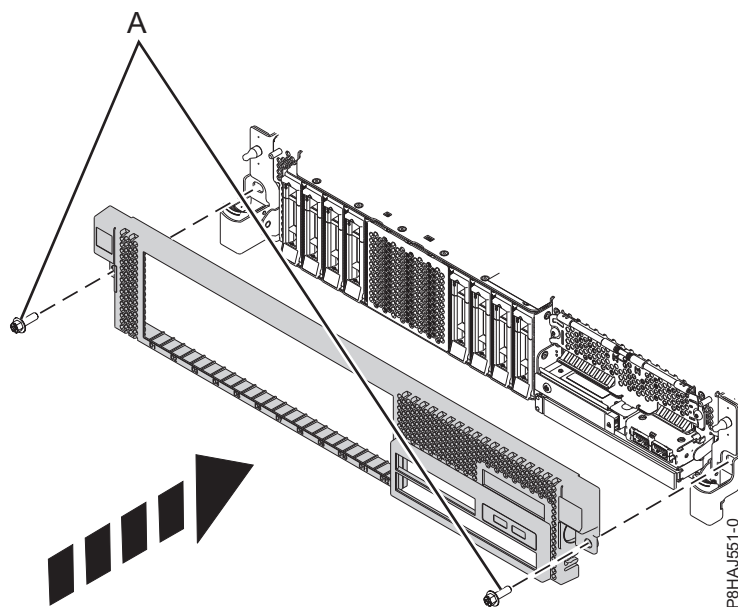

Abbildung 20. Vordere Abdeckung installieren
3. Verriegeln Sie die Entriegelungshebel in die in Abb. 20 auf Seite 43 dargestellte Richtung. Die Abdeckung schnappt ein und weist eine Vertiefung auf, an der Sie sie leichter festhalten können.
4. Bringen Sie die Transportschrauben (A) wieder an.